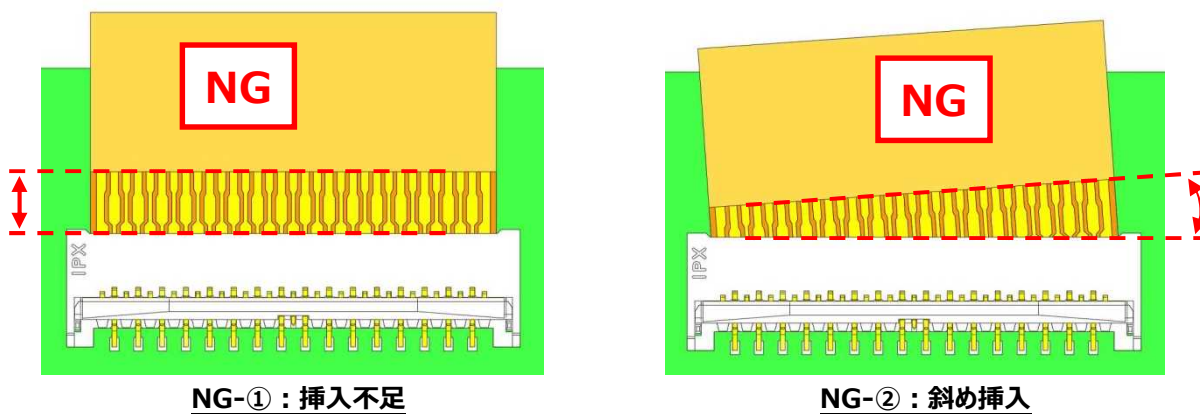

図 4. FPC 挿入方法 (NG)
- ・図 4 の様に FPC の挿入不足や斜め挿入になると、導通不良や短絡の原因になります。